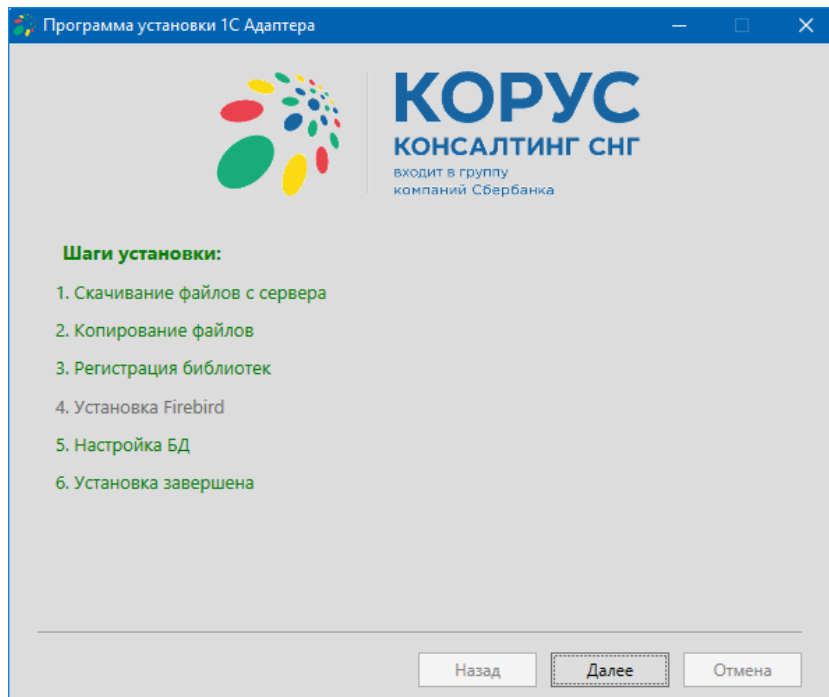

Рисунок 26 – Установка адаптера
8.2.1.3. Начнется скачивание файлов адаптера, регистрация библиотек, создание и настройка БД. Пункт с установкой Firebird будет пропущен. После завершения установки нужно нажать кнопку «Далее» (рис. 26).
8.2.2.2. Установщик начнет скачивание файлов адаптера, регистрацию библиотек, настройку файла hibernate.cfg.xml. После завершения установки нужно нажать кнопку «Далее» (рис. 26). Будет предложена установка службы для автоматического обмена документами. Поведение программы при выборе установки службы аналогично действиям, описанным в подпунктах 8.1.1.3 - 8.1.1.6. Если установка службы не требуется, тогда данный пункт можно пропустить, нажав кнопку «Готово».